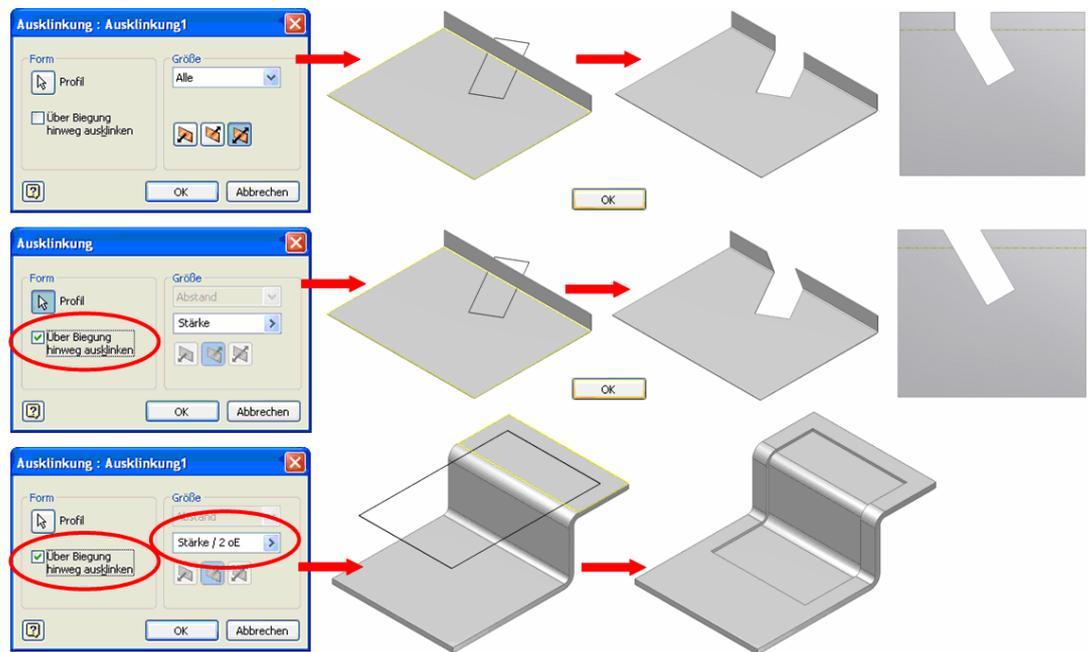

Bild 25: Ausklindung, verschiedene Ergebnisse je nach Einstellung im Dialogfenster
1. Ausklindung aus dem modellierten Bauteil (erste Reihe in Bild 25). Diese Einstellung ware beispielsweise erforderlich, wenn die Ausklindung am gebogenen Blechteil durch ein imaginares Schneidwerkzeug generiert wurde.
2. Ausklindung aus dem abgewickelten Blech „uber Biegung hinweg ...“ (zweite Reihe in Bild 25). Diese Einstellung ware erforderlich, wenn die Ausklindung am abgewickelten Blechteil mit einem rechteckigen Werkzeug ausgestanzt wurde.
3. Pragung im abgewickelten Blech mit vorgegebener Tiefe (dritte Reihe in Bild 25)